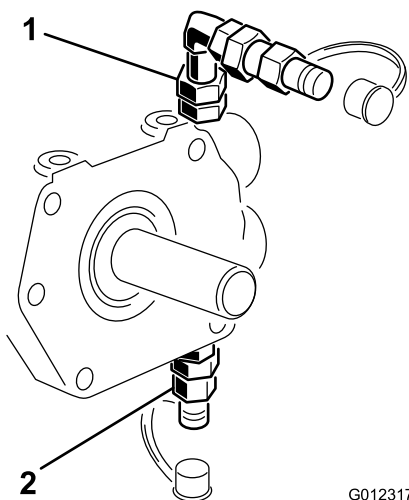
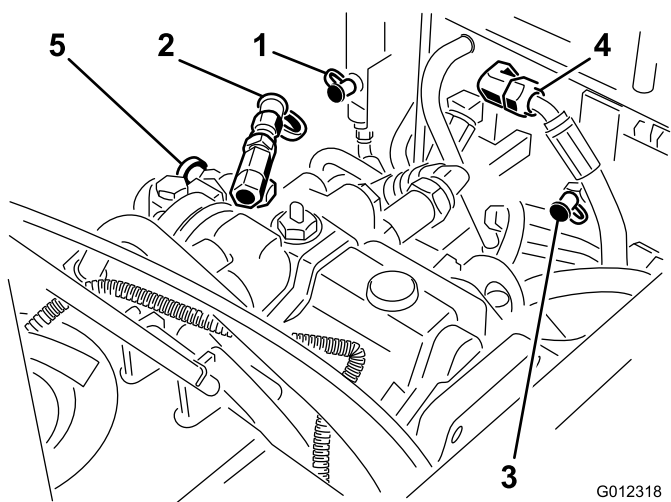

Figura 46
Figura 47
I fori diagnostici (Figura 46 e Figura 47) servono a testare i circuiti idraulici. Controllate tutte le pressioni quando il motore è al massimo e la temperatura operativa dell'olio
- La trazione in marcia avanti e la trazione in retromarcia (Figura 46) (dietro i motorini delle ruote) sono impostate con una pressione di sfogo normale di circa 36.542 kPa e una pressione di carico compresa tra 345 e 1.034 kPa. Utilizzate un manometro con scala completa da 51.711 a 68.947 kPa.